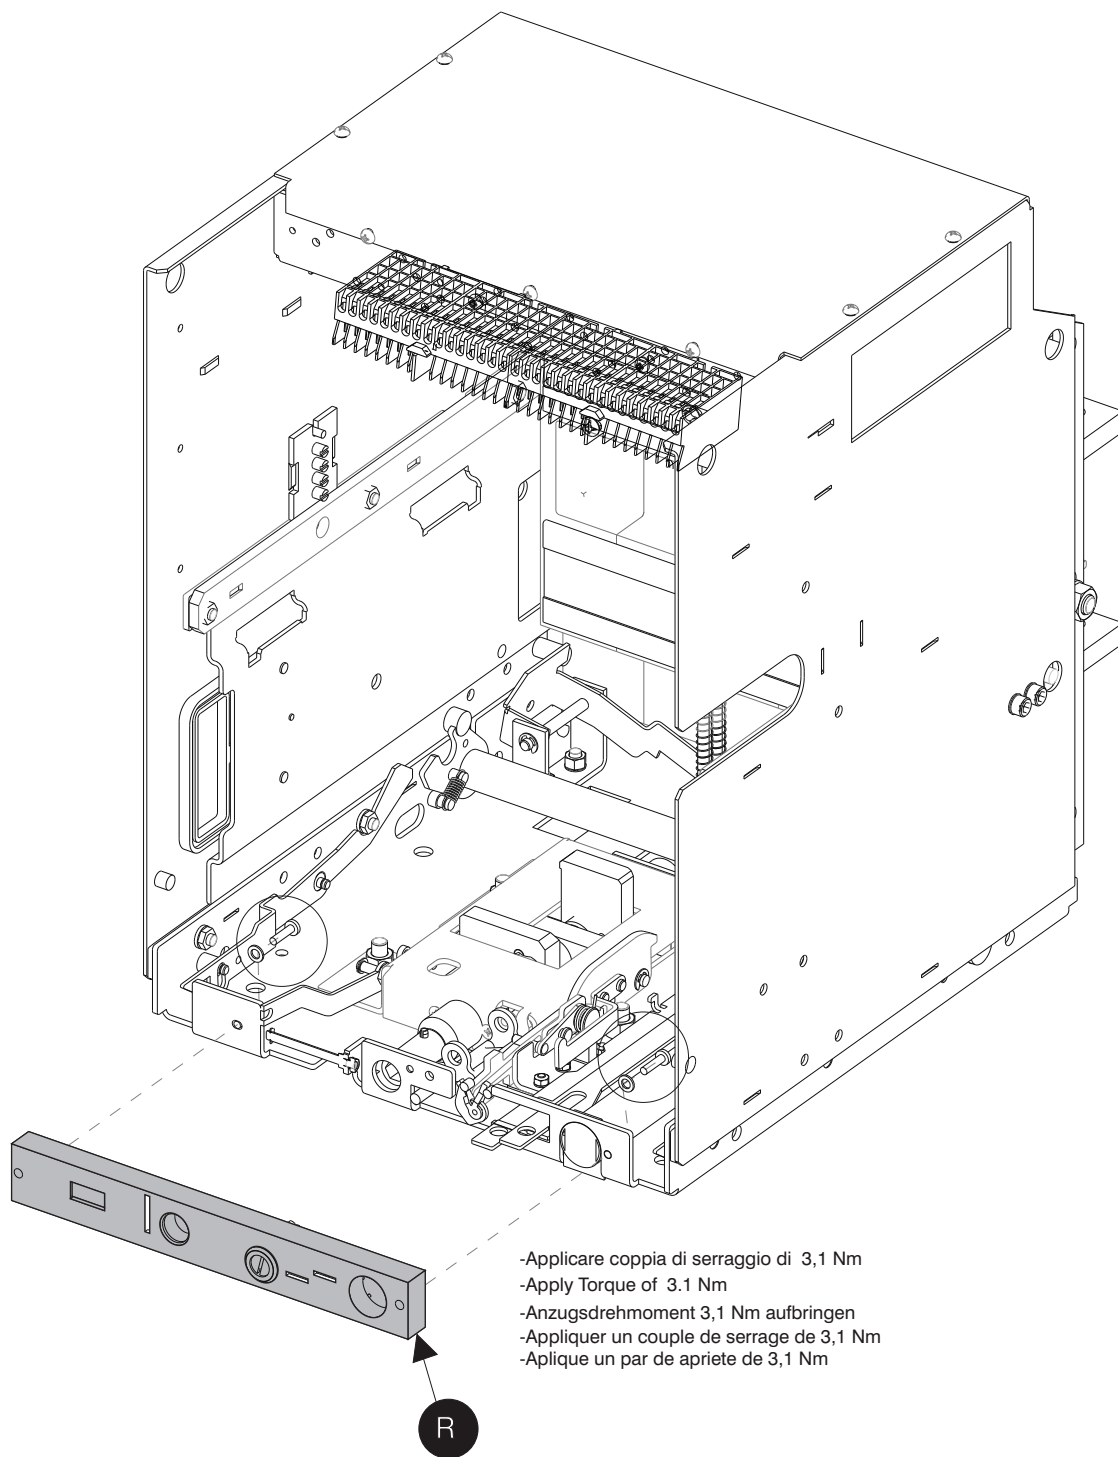

Fig.21
- Assemble the parts shown in figure 21 from M-PACT.
- Montieren Sie die in Abbildung 21 gezeigten Teile aus der M-PACT/M-PACT plus FR1-Kassette
- Assemble the pieces illustrated in figure 21 from the cassette M-PACT/M-PACT plus FR1